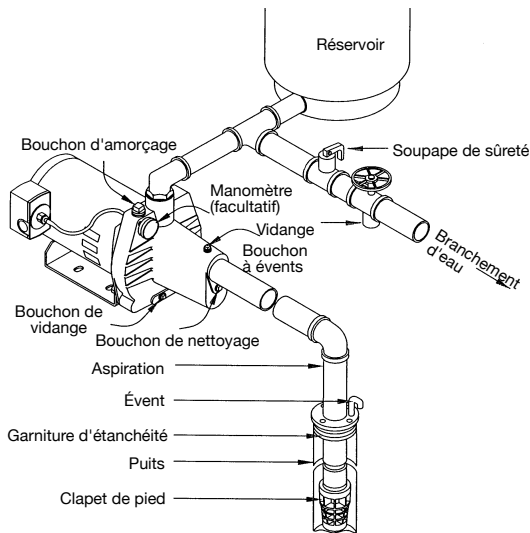

Fig. 2a Puits peu profond (avec clapet de pied)
- d) **Branchement d'eau:** Il faudrait raccorder le branchement d'eau comme l'indiquent les fig. 2a, b, c ou d. Le diamètre de la conduite de branchement d'eau est en rapport direct avec le volume d'eau requis et la longueur de la conduite elle-même. Le diamètre de la conduite choisie devrait être assez grand pour que la hauteur de la perte de charge (établie à l'aide du tableau 2, Diagramme de perte de charge) ne dépasse jamais plus de 20 pi. (6 m).